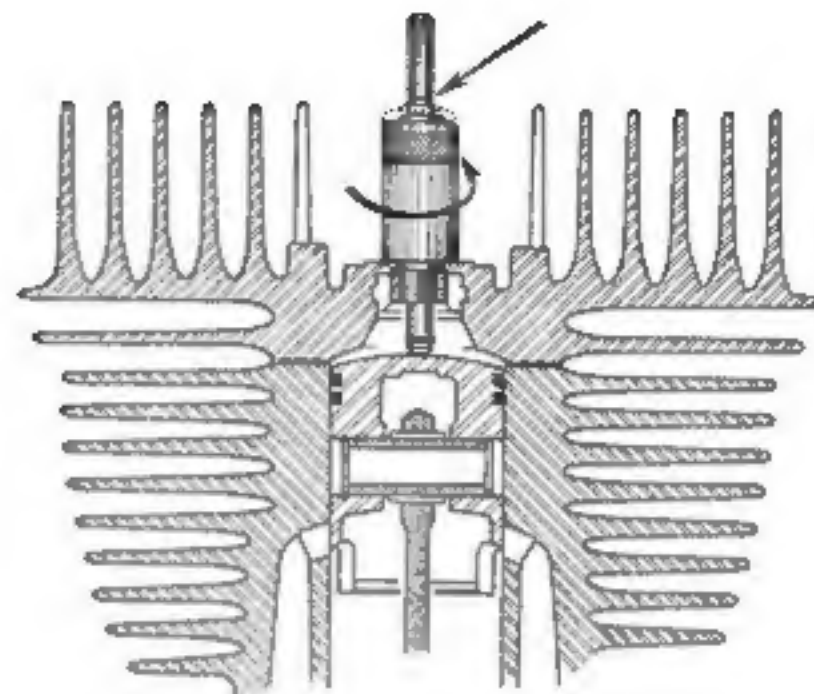

Fig. 1
- 3 Faire coïncider la partie inférieure de l'encoche rouge (cote d'avance = 1,5 mm) avec la partie supérieure du corps de jauge (fig. 1).